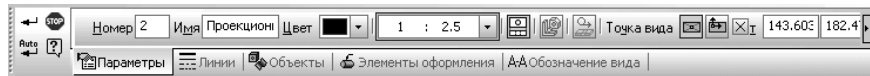

Рис. 3.131. Панель свойств: Проекционный вид
- щелкните по пункту **Параметры текущего вида ...**. Произойдет выделение текущего вида и появится соответствующая **Панель свойств: Проекционный вид**, показанная на рис. 3.131.